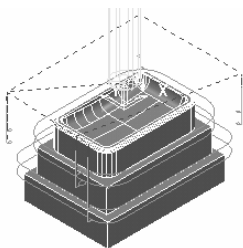

图 2-59 毛坯中心安全高度
- **【毛坯中心安全高度】**：开始点在毛坯中心之上的一个绝对安全 Z 高度的位置上，这是最常用的刀具开始点位置定义方法，如图 2-59 所示。